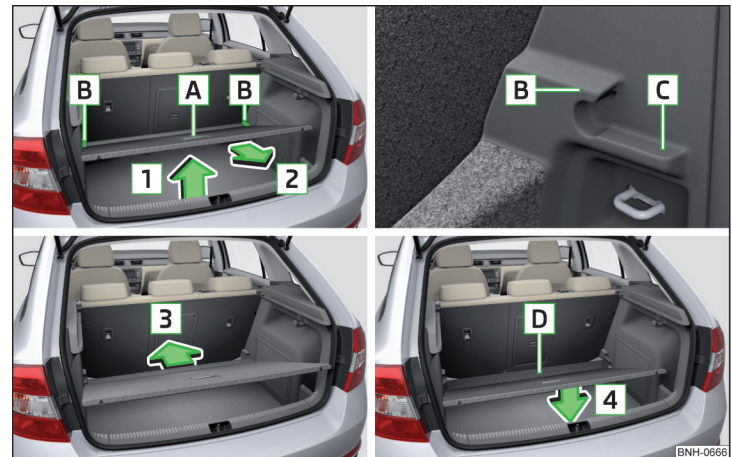

Fig. 111 Reglarea podelei variabile în poziția superioară/inferioară
- Ridicați podeaua variabilă de mânerul [A] în sensul săgeții [1] și împingeți-o parțial în sensul săgeții [2] » fig. 111.